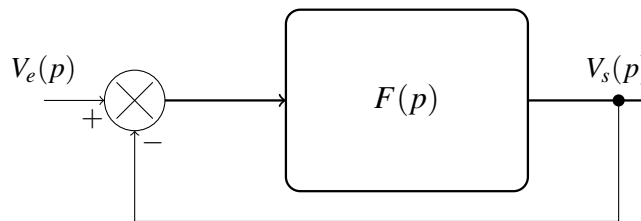

FIGURE 2 – Système en boucle fermée
7. Considérons désormais le système bouclé de la FIGURE 2 :